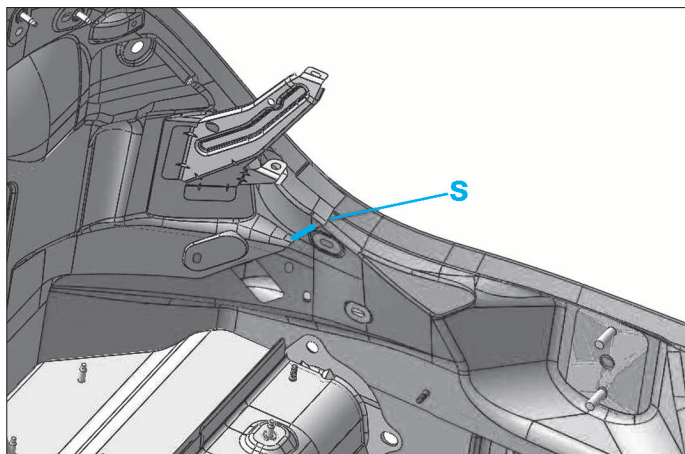

FIG. 95
- Découper le cordon (s) (Fig.95).
- (s) en cordons de 30 mm (cupro-brasage) (Fig.95).